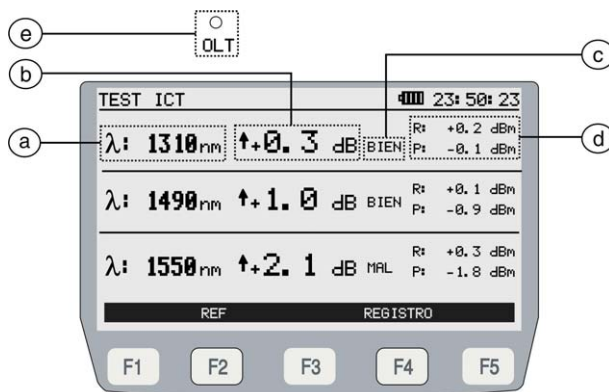

Figura 20.- Pantalla **TEST ICT**.
- 3.- Pulse **SEL**  [4] o **MENU**  [2] para entrar en la función (ver figura 20.-).
En la parte inferior de la pantalla **TEST ICT** (figura 20.-) aparecen las siguientes opciones: